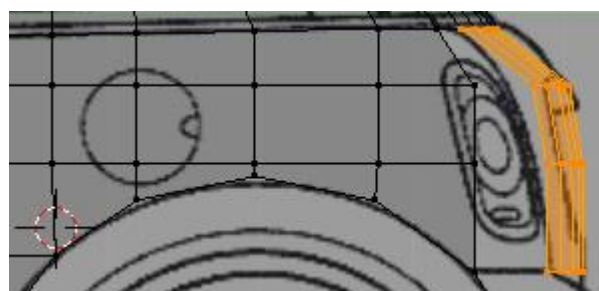

Figura 4.77
7. Repita os procedimentos 4 a 6, extendendo a malha até ao topo do pára-choques traseiro, figura 4.77.